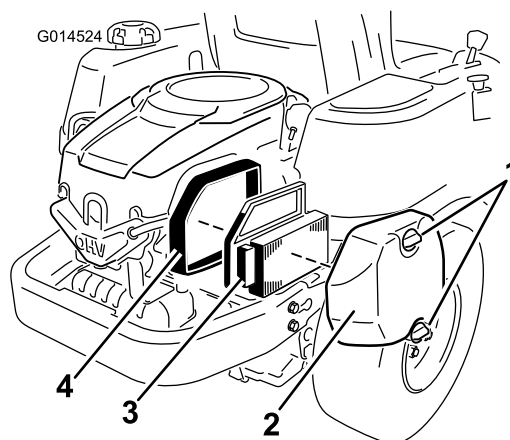

Figure 30
1. Déposez le couvercle du filtre à air (Figure 30).
- Sortez l'élément du filtre à air avec le joint en caoutchouc intégré (Figure 30).
- Installez l'élément en papier, côté plissé à l'extérieur, et engagez le joint en caoutchouc sur les bords de la base du filtre à air (Figure 30).
- Reposez et fixez solidement le couvercle du filtre à air à l'aide des deux boutons (Figure 30).